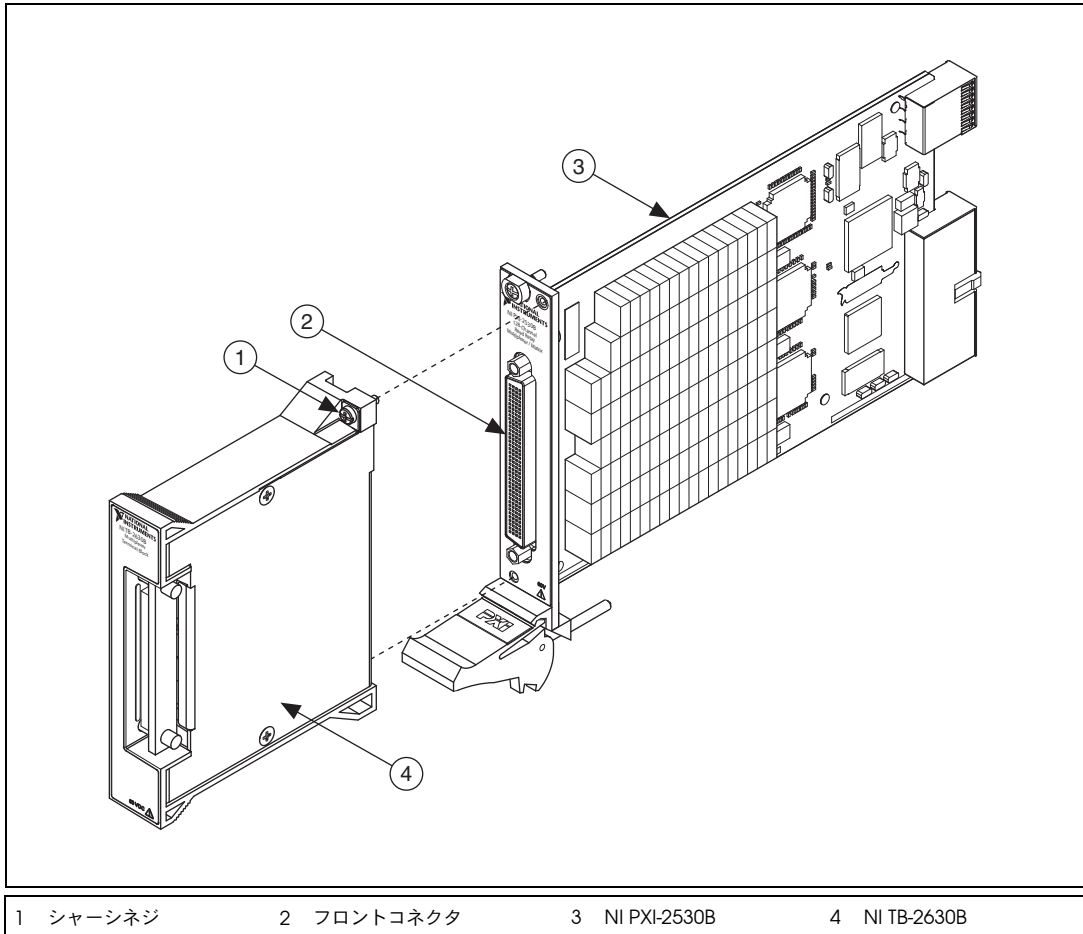

図 3 NI TB-2630B 端子台の取り付け
1. 図 3 に示すように、NI TB-2630B を NI PXI-2530B のフロントコネクタに差し込みます。